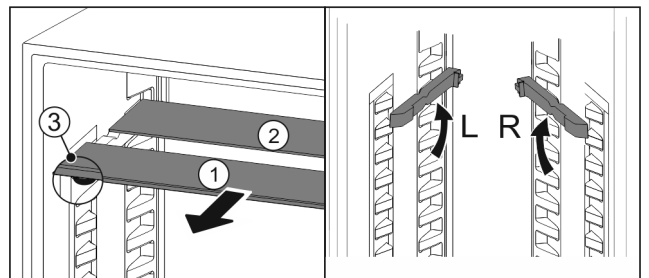

Fig. 43
- Посуньте Fig. 43 (1) скляну панель вперед.
- ▷ Скляна панель Fig. 43 (1) з декоративною планкою лежить спереду.
- ▷ Стопори Fig. 43 (3) показують вниз.